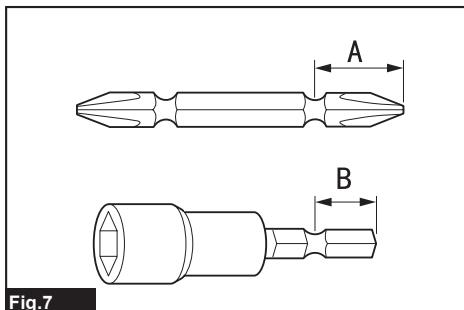

Fig.7
- Рис.7: 1. Регулировочное кольцо 2. Градуировка